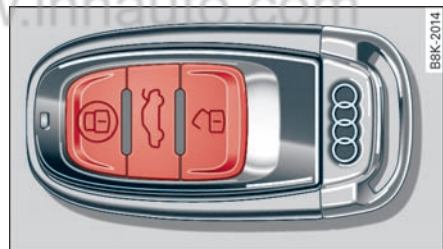

图 18 无线遥控钥匙：按钮设置
- ▶ 要给车辆开锁时，请按压按钮 **A** ⇒ 图 18。